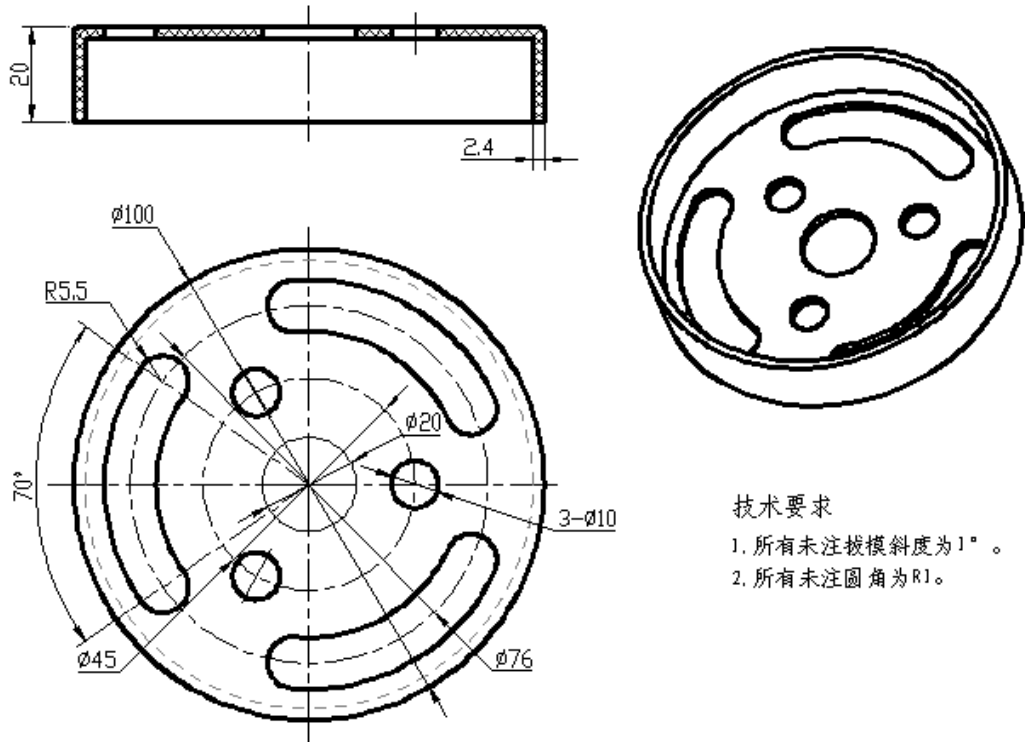

图 2-7 圆形盖
按照图2-7的要求，进行圆形盖塑件造型及注射模具型腔、型芯零件设计。
(1) 在F盘下建立考生文件夹，文件夹名称为考生准考证号，塑件三维造型及型腔、型芯设计所完成后的文件都存于此文件夹中。
(2) 根据图2-7对该塑件进行三维造型设计，文件名称为3DSJ。
(3) 完成该塑件的注射模具型腔、型芯零件设计，一模两穴。
(4) 分模文件名称为SJFM，型腔(cavity)和型芯(core)。